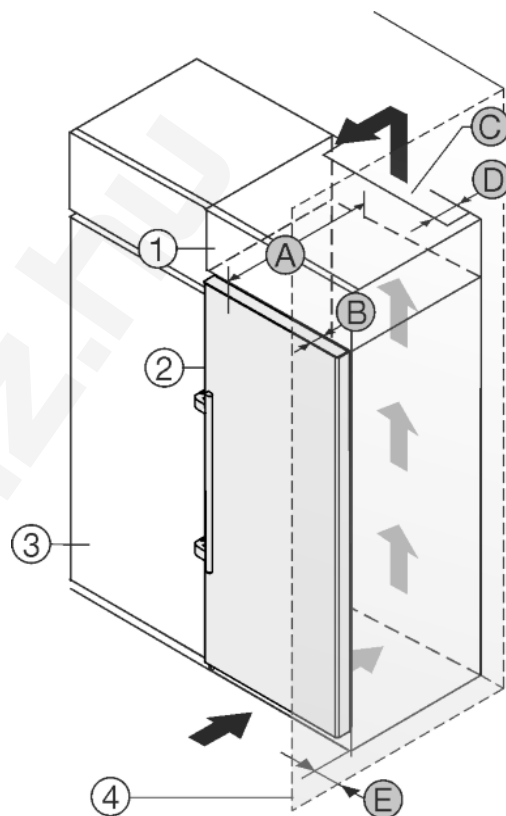

Fig. 28
A készüléket körbe lehet építeni konyhaszekrényekkel. Rá lehet szerelni egy rátétszekrényt Fig. 28 (1), hogy a készüléket Fig. 28 (2) a konyhabútorok magasságához igazítsa.
A készüléket közvetlenül a konyhaszekrény *Fig. 28 (3)* mellett is felállíthatja. Ahhoz, hogy az ajtókat teljesen ki tudja nyitni, a készüléknek a konyhaszekrény elülső oldalához képest legalább a mélységnek *Fig. 28 (B)* megfelelően ki kell állnia. A konyhaszekrények mélységétől és a fal távolságtartók használatától függően a készülék nagyobb mértékben is kiállhat.
- A rátétszekrény hátoldalán egy mélységű *Fig. 28 (D)* szellőző aknát kell a rátétszekrény teljes szélességében kialakítani.
- A mennyezett alatt be kell tartani a szellőző keresztmetszetet *Fig. 28 (C)*.
Mikor a készüléket a csuklópántokkal egy fal *Fig. 28 (4)* mellett állítja fel, akkor a készülék és a fal közti távolságot *Fig. 28 (E)* be kell tartani. Ez nyitott ajtó esetén megfelel a fogantyú túlnyúlásának.